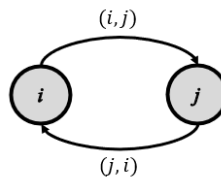

Figura 1. Ejemplo de ciclo.
- No deben existir ciclos entre un par de ubicaciones. La Figura 1 muestra un ciclo entre un par de nodos i y j . Note que esta condición incluye al hangar, lo que significa que no es posible que un dron sólo visite un cultivo.